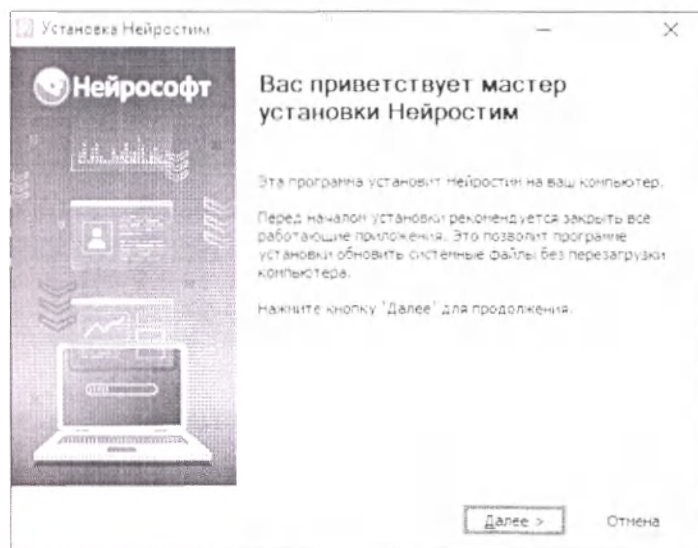

Рис. 3.31. Главное окно ПО «Нейростим»
- Подключите электронный носитель к USB-разъему компьютера и дождитесь запуска программы установки (рис. 3.31):
- Для установки программы «Нейростим» щелкните левой кнопкой мыши на кнопке «Далее» (рис. 3.31) и следуйте инструкции по установке.